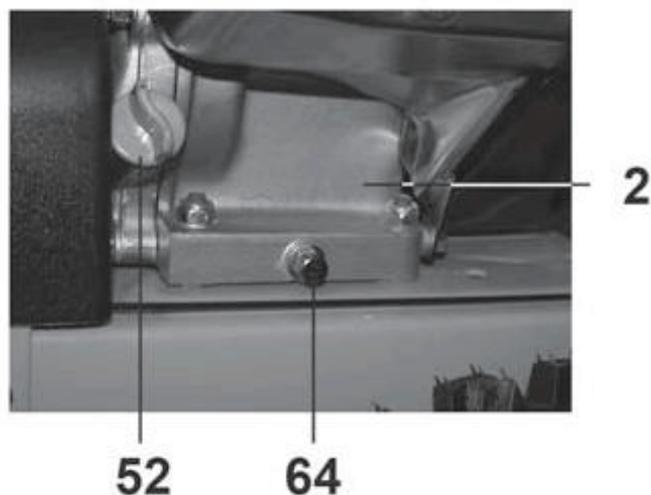

рис.28
9.5. Проверка натяжения тросиков привода щетки и колес (Рис.28).
9.6. Регулировка тросиков привода (рис.28).